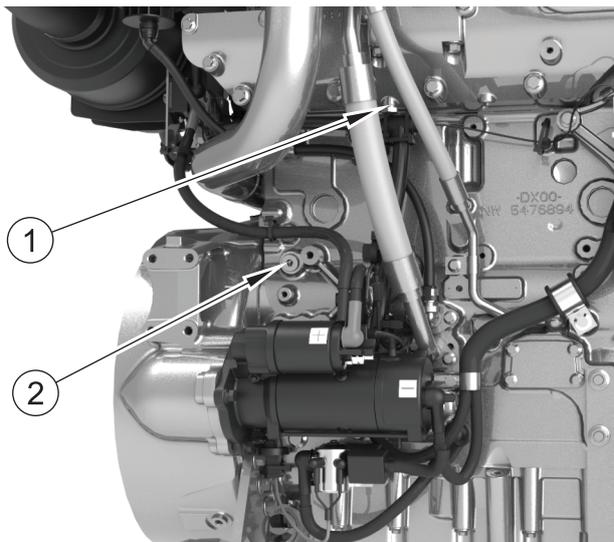

Abbildung 3
3. Entfernen Sie die Ablassschraube (Abbildung 3, Nummer 1) vom Auspuffkrümmer und die Probeentnahmeschraube an der linken Seite des Zylinderblocks (Abbildung 3, Nummer 2).